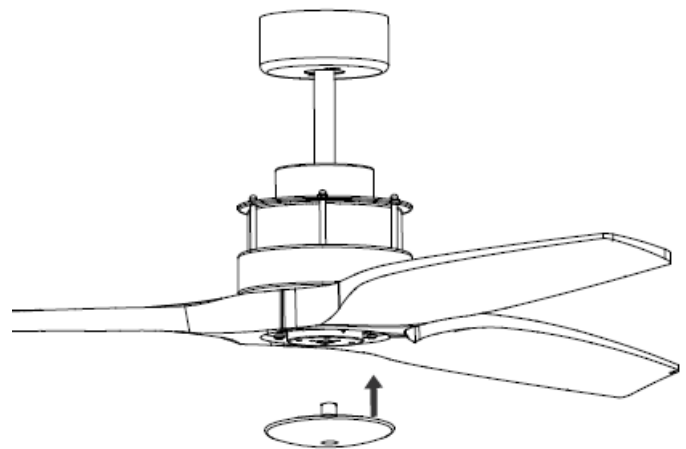

Fig. 9
- Tot slot installeert u de cover aan de onderkant van deze licht kit behuizing door deze met de klok mee te draaien. Fig. 9